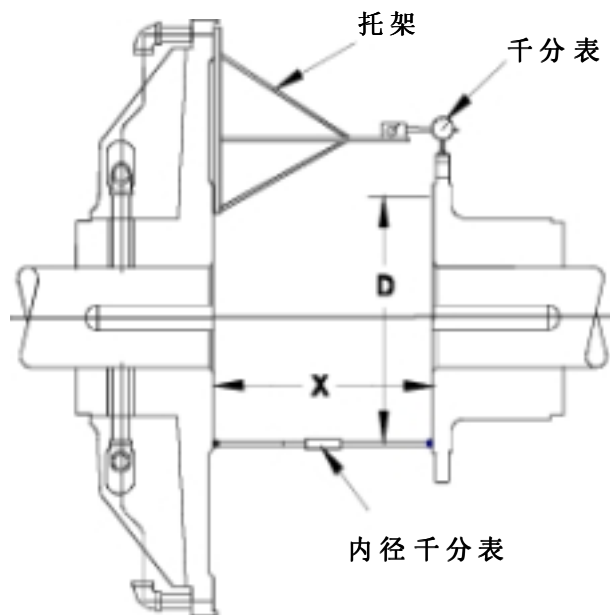

图 8
不超过取读数值直径方向 (图 8 上的 “D”) 每英寸 0.0005 英寸。
2.4.1 底座的固定应满足图 8 所示距离 “X” 的要求。如果离合器装在配有普通轴承的轴上，在满足 “X” 尺寸的同时，应确保轴居于轴承中心。相应的 “X” 尺寸见表 2。
- 2.4.2 制作一个坚固的托架以支撑千分表，将其装到法兰上，见图 8。